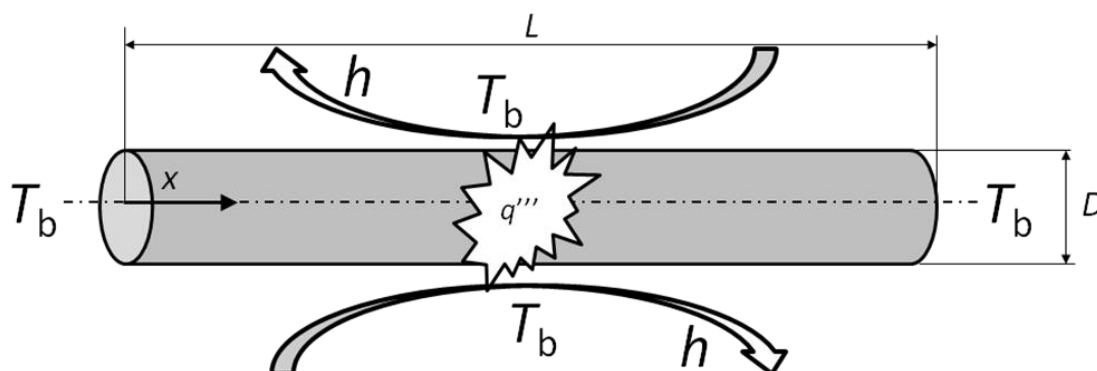

Fig. 2
- Calcolare numericamente la distribuzione di temperatura in stazionario con le differenze finite (FD) risolvendo il sistema lineare con un metodo diretto, utilizzando per la discretizzazione diversi valori di Δx , ad es. 1 mm, 0.1 mm e 0.01 mm, rispettivamente.
- 2) Una barra cilindrica in rame (diametro $D = 0.01$ m, lunghezza $L = 4$ m) è percorsa da una corrente $I = 1$ kA. La barra (v. Fig. 2) è immersa in (e refrigerata da) un bagno di azoto liquido a $T_b = 77$ K (coefficiente di scambio termico $h = 500$ W/(m² K)). I due estremi sono mantenuti alla temperatura costante $T = T_b$. Calcolare numericamente la distribuzione di temperatura lungo la barra in stazionario e farne il grafico. Verificare l'indipendenza dei risultati dal parametro di discretizzazione utilizzato.